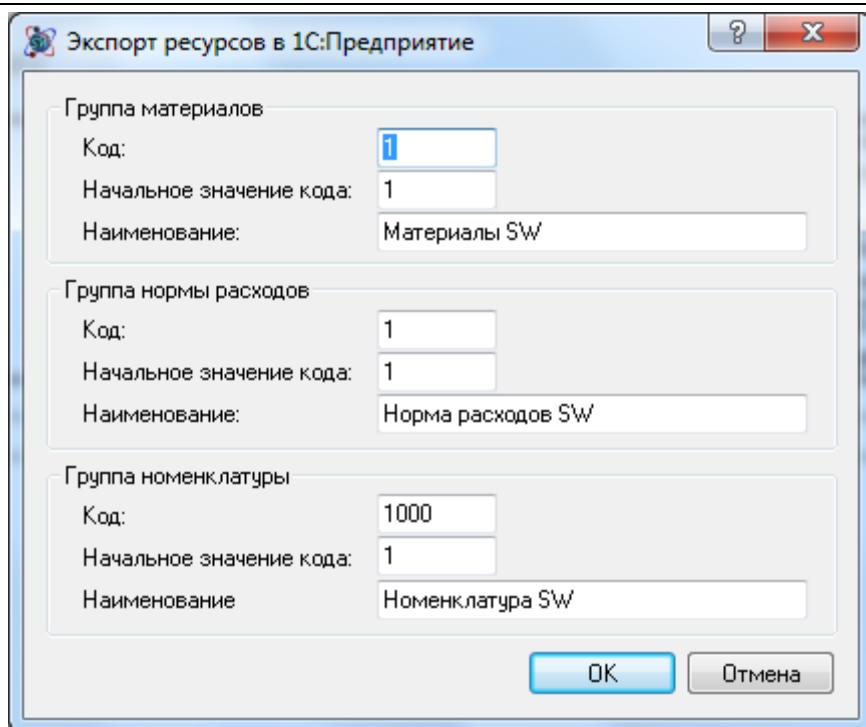

Рис. 7.7 Диалоговое окно экспорта ресурсов в 1С: Предприятие
4. В открывшемся диалоговом окне *Экспорт ресурсов в 1С: Предприятие* (рис. 7.7) для всех групп указать уникальный код и начальное значение кода ресурса в справочнике. В полях ввода **Наименование** указать наименование групп материалов, нормы расхода и номенклатуры.